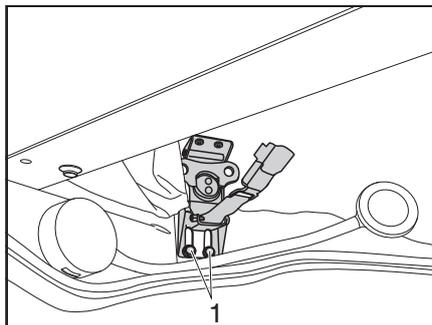

Fig. 48 Bloccaggio tetto sollevabile
- Allentare le 2 viti (Fig. 48,1) del bloccaggio.
- Tirare verso il basso il tetto sollevabile utilizzando la maniglia e contemporaneamente serrare le 2 viti (Fig. 48,1).